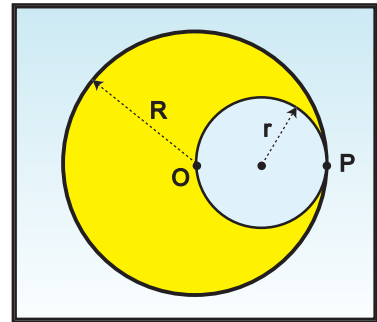

Fig.29
10. Dans un disque plat homogène de rayon R , on découpe une rondelle circulaire de rayon $r = R/2$ (Fig.29).